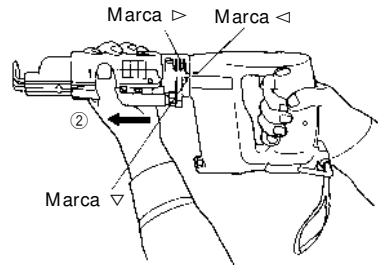

Fig. 6
Alinee la marca "◁" del cuerpo principal con la marca "▷" del dispositivo alimentador de tornillos en el sentido de la flecha ② mostrada en la Fig. 6 para extraerlo.
Coloque el dispositivo alimentador de tornillos sobre el cuerpo principal y alinee la marca "◁" del cuerpo principal con la marca "▷" del dispositivo alimentador de tornillos, y después gire el dispositivo en el sentido de la marca "▽", como se muestra en la Fig. 6, para fijarlo.